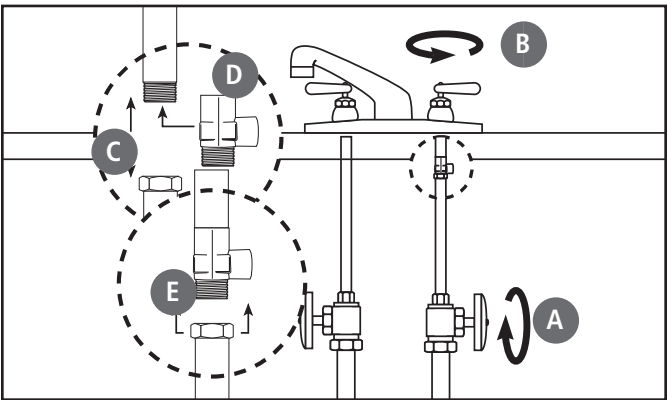

Figura 11
- D) Instale el adaptador de suministro de entrada a la conexión de agua fría del grifo (Figura 11).